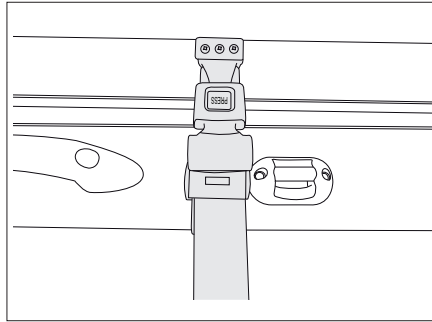

Bild 126 Sicherheitsgurt
- Den Sicherheitsgurt (Bild 126) lösen.
- Den Sicherheitsgurt (Bild 126) anbringen.